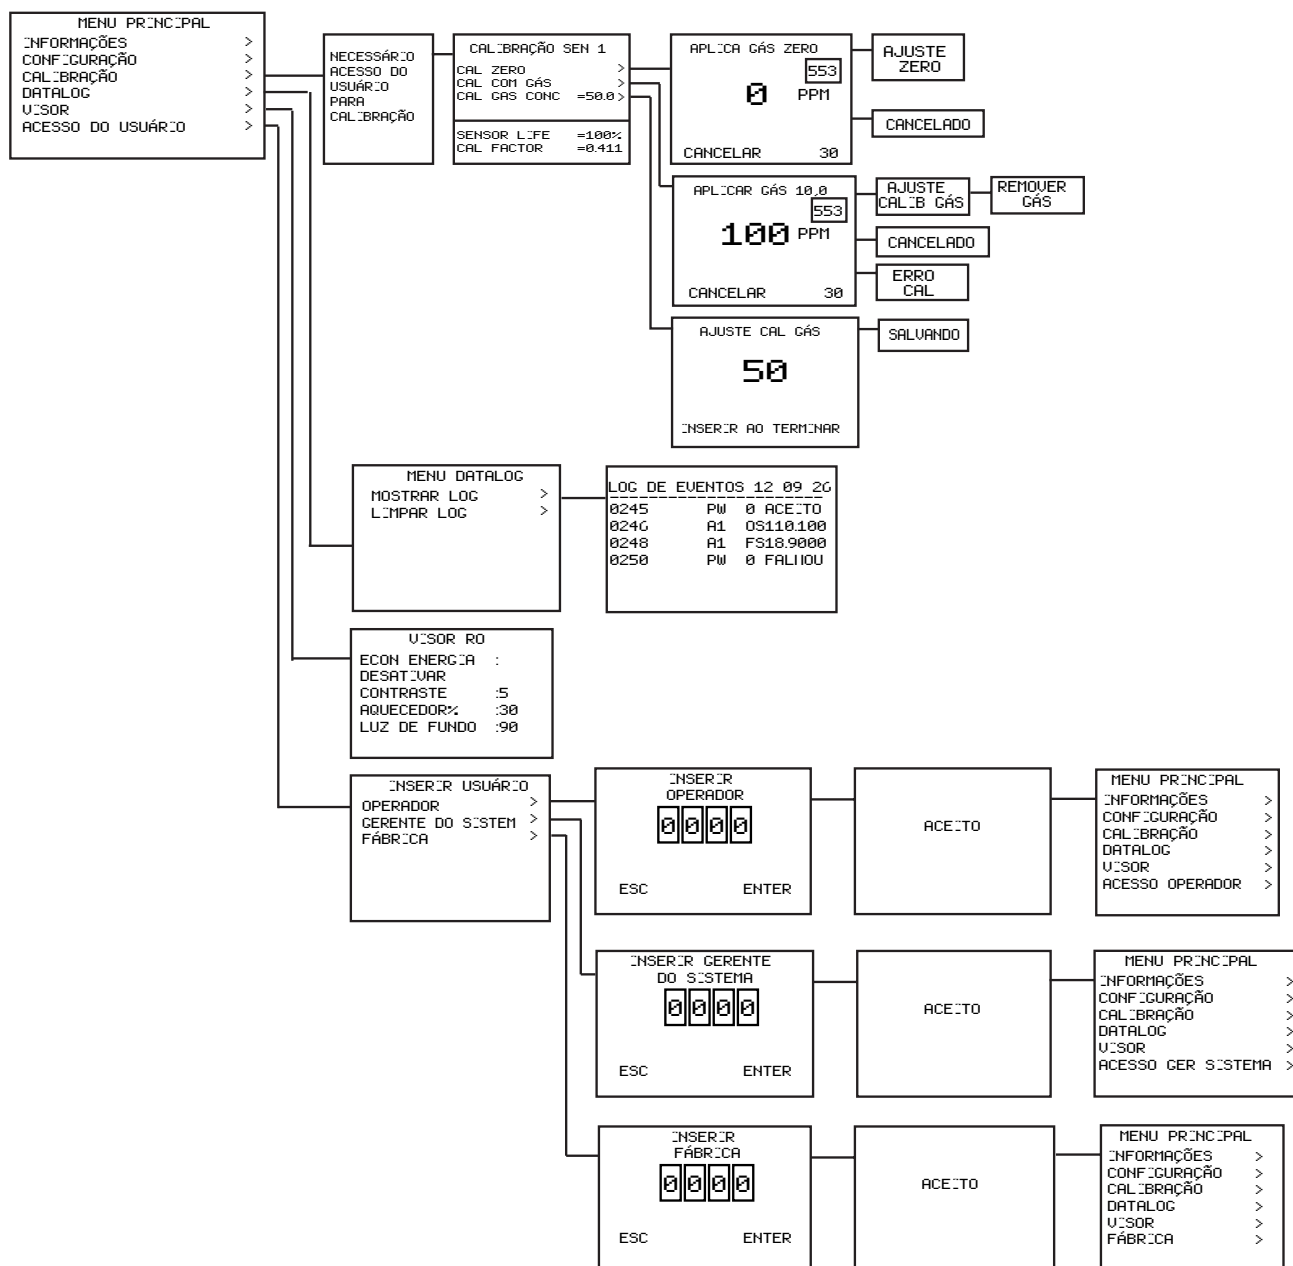
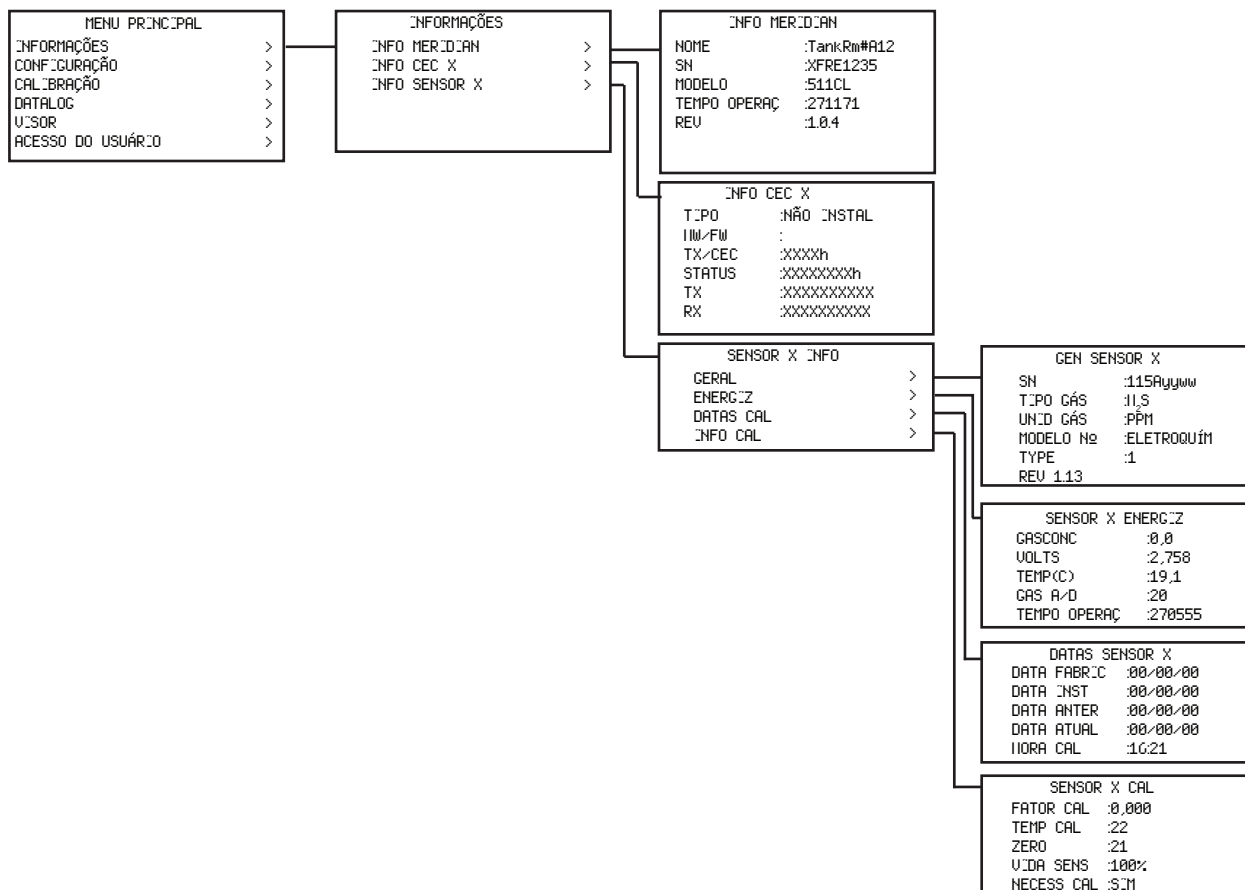

Figura 5-2: Estrutura do menu de configuração - Folha 2 de 2
Figura 5-3: Estrutura do menu de informações
Figura 5-1: Estrutura do menu de configuração - Folha 1 de 2 E Figura 5-2: Estrutura do menu de configuração - Folha 2 de 2 esquematiza toda a estrutura do menu de configuração. A estrutura do menu de configuração de um dispositivo é dividida em seis (6) árvores de menu. Elas são: Informações (consulte a Figura 5-3: Estrutura do menu de informações), Configuração (consulte a Figura 5-4: Estrutura do menu Configuração), Calibração (consulte a Figura 5-5: Estrutura do menu de calibração), Registro de dados (consulte a Figura 5-6: Estrutura do menu de registro de dados), Visor (consulte a Figura 5-7: Estrutura do menu do visor) e Acesso do usuário (consulte a Figura 5-8: Estrutura do menu de acesso do usuário).
O acesso a certos menus de inserção de valores e parâmetros individuais é restrito e mostrado como RO ou Read Only (Somente Leitura) localizado no canto superior esquerdo das telas do menu. Elas requerem um acesso de usuário. Consulte Figura 5-1: Estrutura do menu de configuração - Folha 1 de 2, Figura 5-2: Estrutura do menu de configuração - Folha 2 de 2 e Tabela 5-1: Parâmetros do menu de Informações até Tabela 5-9: Parâmetros do menu de acesso do usuário.
Use as teclas magnéticas para navegar pela estrutura do menu conforme necessário. Consulte a Figura 5-3: Estrutura do menu de informações. Os parâmetros estão detalhados na Tabela 5-1: Parâmetros do menu de Informações.